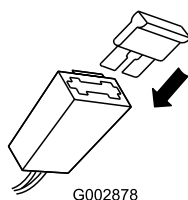

Figure 30
3. Remplacez le fusible dans le porte-fusible (Figure 30).